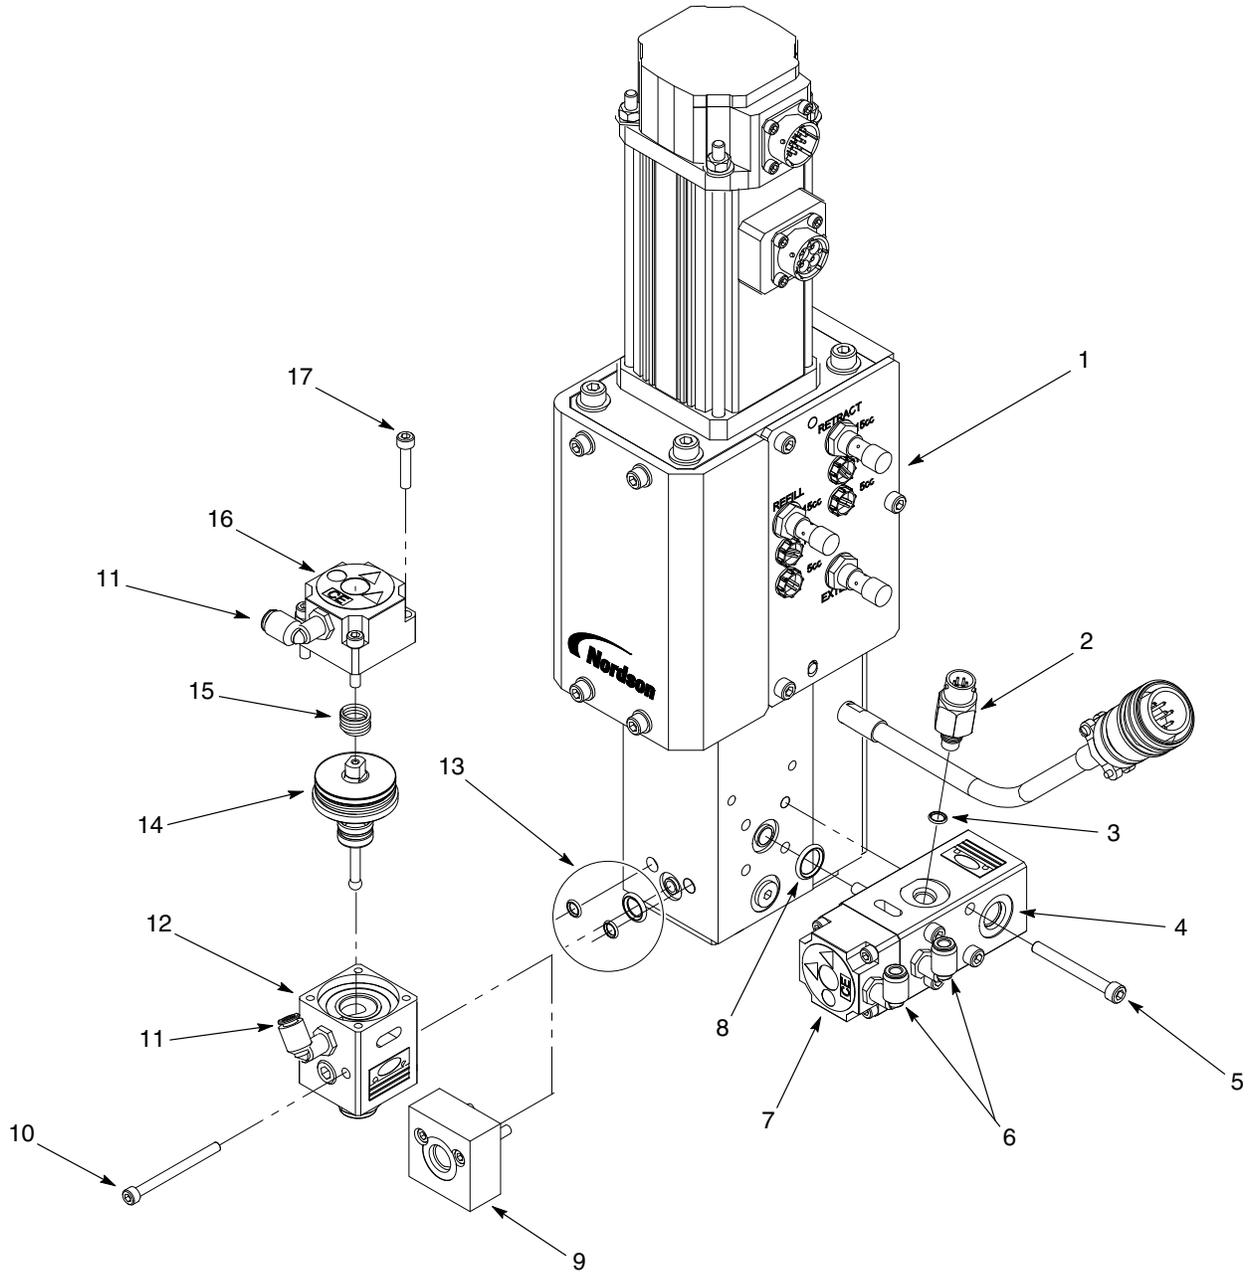

Abb. 12 Einlass- und Auslassventil reparieren
Siehe Abb. 12 und nachfolgende Hinweise zu Reparaturen am Hydraulikteil.
1. Siehe Abb. 12. Die Schrauben (17) abnehmen, die die Luftzylinderkappe (16) am Auftragskopfgehäuse (12) halten. Die Feder (15) vom Dosierkopfgehäuse abnehmen.
2. Dichtpatrone (14) mit einem kleinen Schraubendreher aus dem Dosierkopfgehäuse (12) entnehmen.
3. Neue Dichtpatrone (14) im Dosierkopfgehäuse (12) installieren.
4. Die Feder (15) auf der Dichtpatrone (14) installieren.
5. Die Luftzylinderkappe (16) mit den Schrauben (17) installieren. Die Schrauben mit 8,5-9 N•m (75-80 in.-lb) festziehen.
Siehe Abb. 12 und folgende Hinweise zum Ersetzen des Auslassventils.
Siehe Abb. 12 und folgende Hinweise zum Ersetzen des Einlassventils.
1. Siehe Abb. 12. Das Kabel vom Druckwandler (2) abnehmen.
2. Druckwandler (2) vom Einlassventil (7) abnehmen.
3. O-Ring (3) des Druckwandlers mit TFE-Fett einfetten. Druckwandler (2) im Einlassventil (7) installieren. Anzugsmoment: 5-5,6 N•m (45-50 in.-lb).
4. Das Kabel am Druckwandler (2) anschließen.